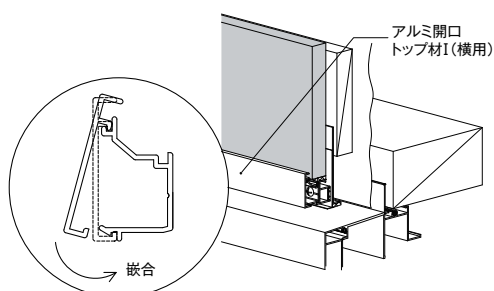

図8 アルミ開口トップ材Ⅰ(横用)の施工
▶アルミ開口トップ材Ⅰ(横用)はアルミ開口トップ材Ⅰ(縦用)に2mmかぶる長さに切断し、アルミ開口トップ受け材Ⅰに嵌合し、固定する。(ビスなど不要)(図8参照)